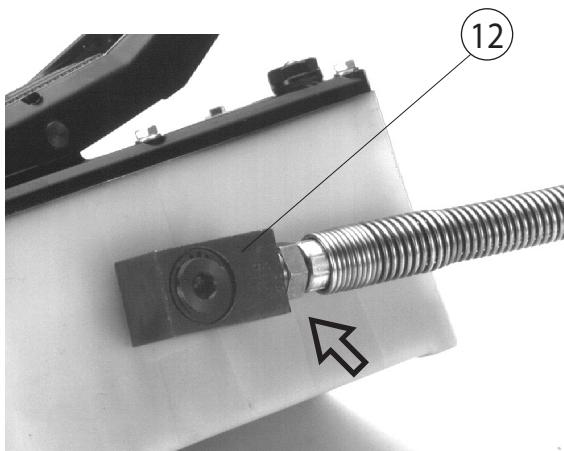

FIG. 5
**6.3) Sostituzione del tubo alta pressione** (Rif. a Fig. 5)
- Mediante una chiave fissa da 19 mm (3/4"), svitare il tubo dal raccordo (12).
- Pulire accuratamente il raccordo (12) togliendo ogni traccia della vecchia guarnizione.
- Avvitare il nuovo tubo sul raccordo (12) serrando con coppia **50 Nm (37.6 lbf.ft.)**.